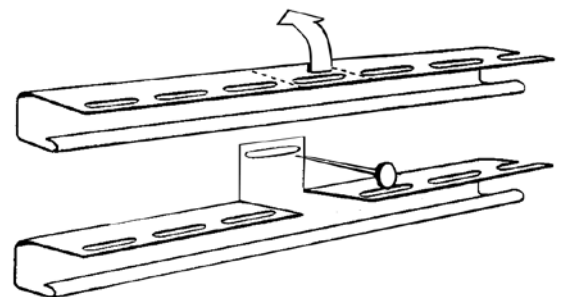

Figura 65
- Si no hay un receptor de soffito adecuado disponible, el canal en J puede modificarse para crear un receptor en F (Figura 65).
- Simplemente corte ranuras en el área de la brida de clavado en el lugar que clavaría a la pared (Figura 65). Después de cortar la brida de clavado, dóblela y clávela a la pared.